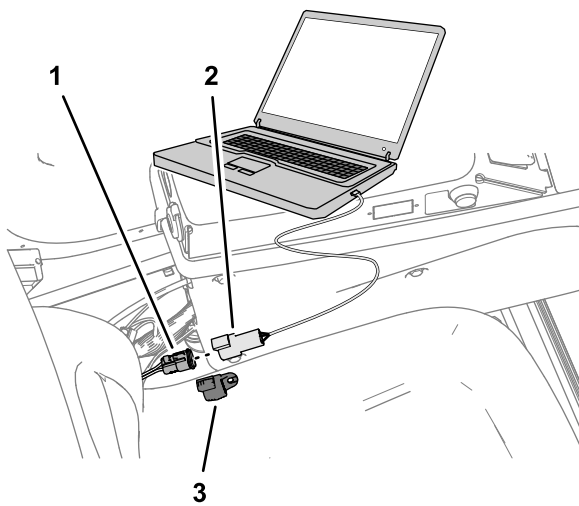

Figura 145
7. Retire el tapón del conector hembra de 3 vías del conector CAN del arnés de cables del kit marcado DUPLICATE DIAG CONNECTOR y enchufe el cable de interfaz USB/CAN de 3 pines en el conector hembra de 3 vías (Figura 145).